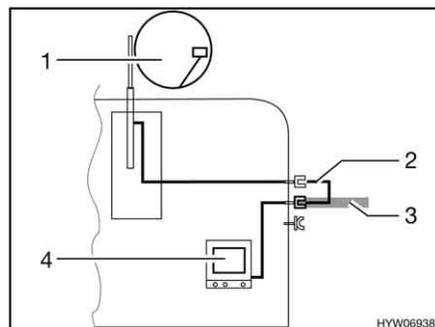

Fig. 176 TV nel veicolo
- TV nel veicolo (Fig. 176,4): Collegamento all'antenna del tetto (Fig. 176,1) con cavo di collegamento (Fig. 176,2)
- TV nel veicolo (Fig. 176,4): Collegamento a antenna esterna (Fig. 176,3)